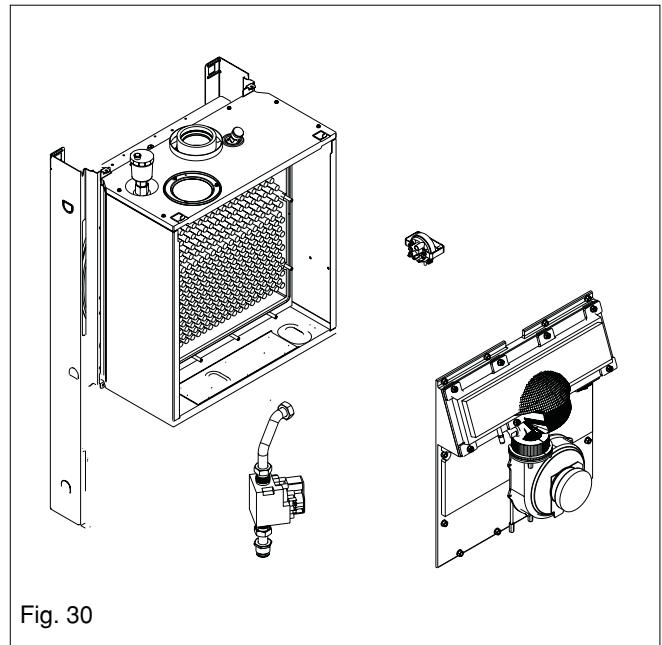

Fig. 30
**6.21 COMBUSTION COVER (fig. 30)**